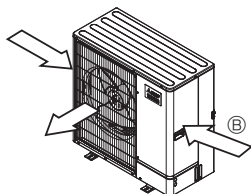

Fig. 2-4
- ③ Pokud je to možné, umístěte jednotku tak, aby výstup vzduchu směřoval v pravém úhlu k obvyklému směru větru. (Fig. 2-4)